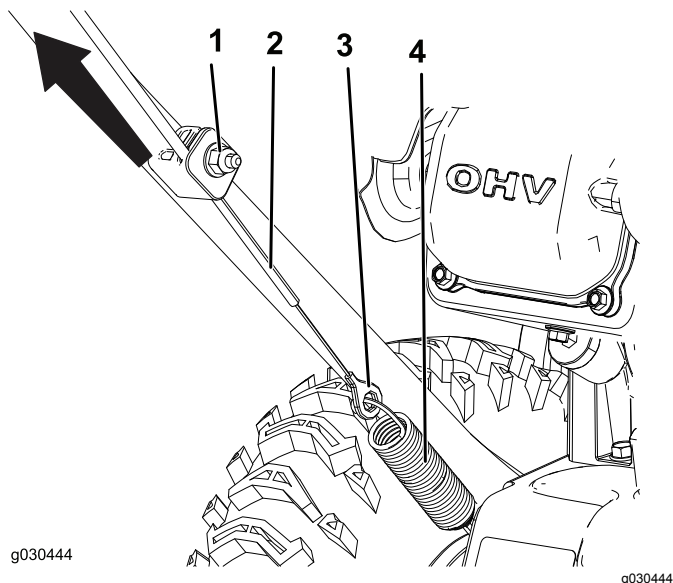

Figura26
1. Slăbii piulia de pe clema de cablu inferioară, însă nu o înlăturai (Figura26).
2. Tragei cablul în sus pentru a-l tensiona mai mult (Figura26).
3. Întinzi cablul și strângi piulia (Figura26).